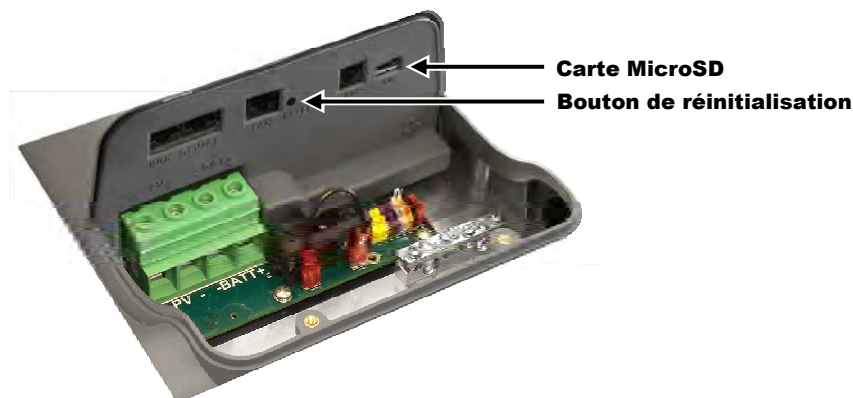

Figure 50 Emplacement de la carte MicroSD
2. Si elle est présente, retirez la carte microSD du FLEXmax 100. (Voir la Figure 50.) La carte peut être éjectée en appuyant sur l'extrémité visible. Elle devrait s'enfoncer légèrement puis ressortir avec un déclic. Elle peut désormais être facilement retirée.
7. Appuyez sur le bouton **RESET (REINITIALISER)** et maintenez-le enfoncé à l'aide d'un outil étroit non conducteur. (Voir la Figure 50. Le bouton est enfoncé dans le trou de plusieurs millimètres).